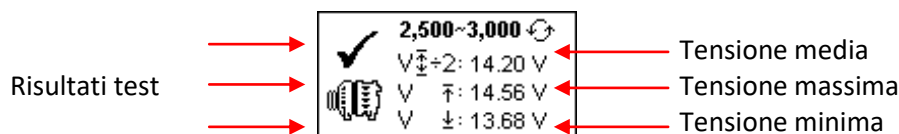
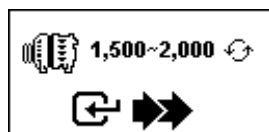

Fig.41
Fig.44
5. Tenendo il motore a circa 3.000 giri/minuto, il timer inizierà il countdown da 10s a 0s. Non appena raggiunto lo 0, i risultati verranno automaticamente visualizzati come esempio mostrato di seguito (Fig.41).
7. Continuando dal test precedente (Fig. 41, 42 o 43), passati cinque secondi, l'analizzatore procederà automaticamente alla prova di carico tra 1.500 a 2.000 giri / min come mostrato in Fig.44 di seguito.